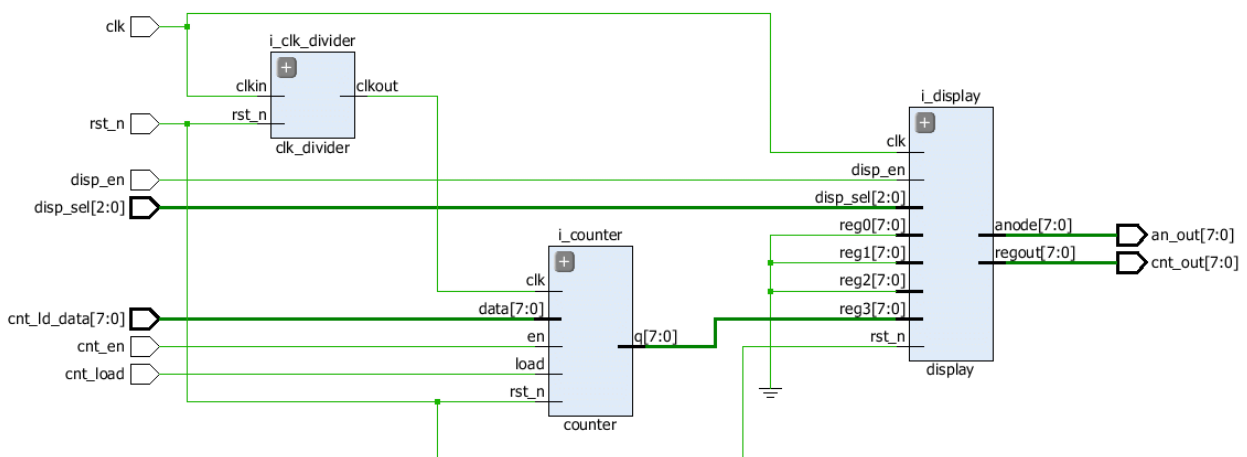

Abbildung 1.2. Block-Diagramm Top-Modul.
- Erstellen Sie ein VHDL Top-Modul namens *fpga_counter.vhd*. Verwenden Sie die gleichen Port- und Signalnamen wie in der Abbildung 1.2. Wenn die Dateibearbeitung abgeschlossen ist, klicken Sie mit der rechten Maustaste auf den oberen Modulnamen im Fenster *Sources* und wählen Sie *Set as Top* aus. Starten Sie die *RTL Analyse* und prüfen Sie das Top-Design auf Fehler. Sobald das Design erfolgreich ausgearbeitet wurde, vergleichen Sie das erstellte Block-Diagramm mit dem in Abbildung 1.2.